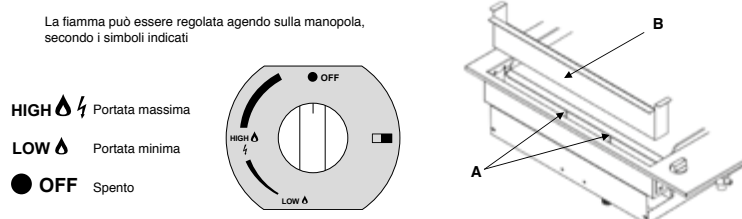

FIG. 4
- Il bruciatore acceso lo si può vedere attraverso dei fori (A) visibili rimuovendo il cassetto raccogli olio (B). (vedi fig. 4)